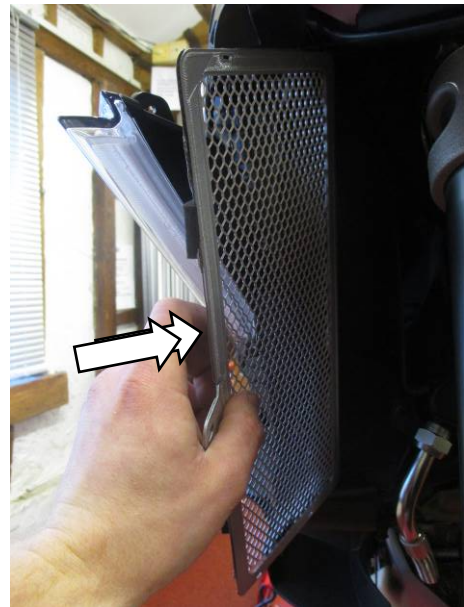

Abbildung 2
- Schieben Sie den Kühlerschutz für die linke Seite (Artikel 1) in Position. Achten Sie darauf, dass die zwei Montageöffnungen bündig sind und der Kühlerschutz am Kühler sitzt wie in **Abbildung 2** abgebildet.